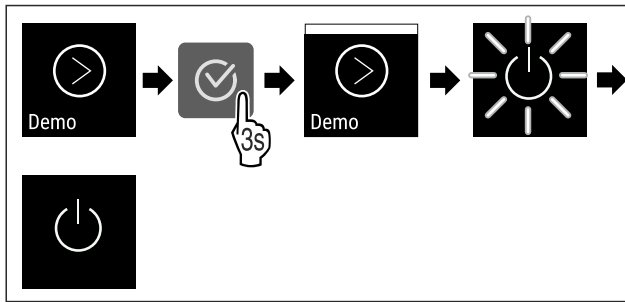

Fig. 111
- ▶ Atlikite veiksmus (žr. Fig. 111) .